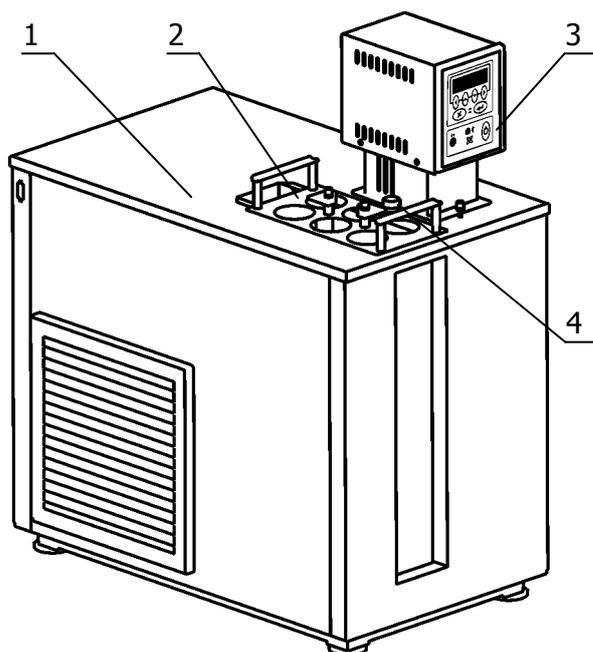
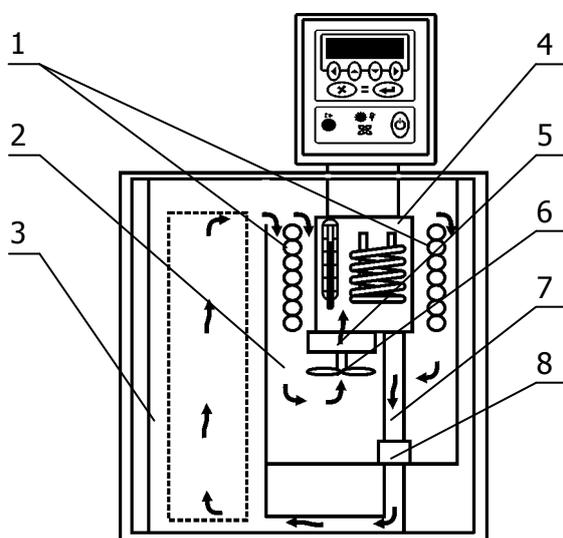
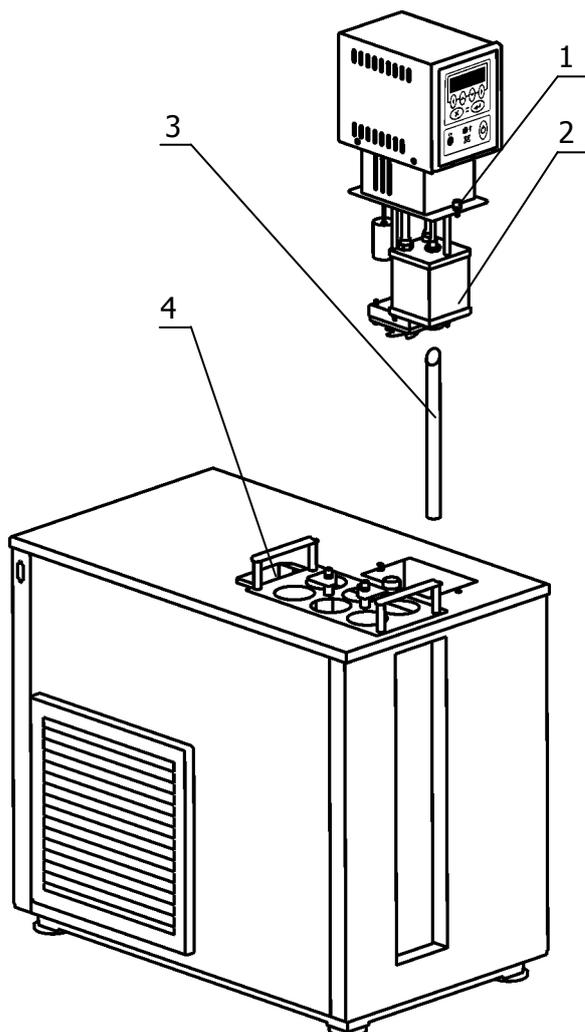
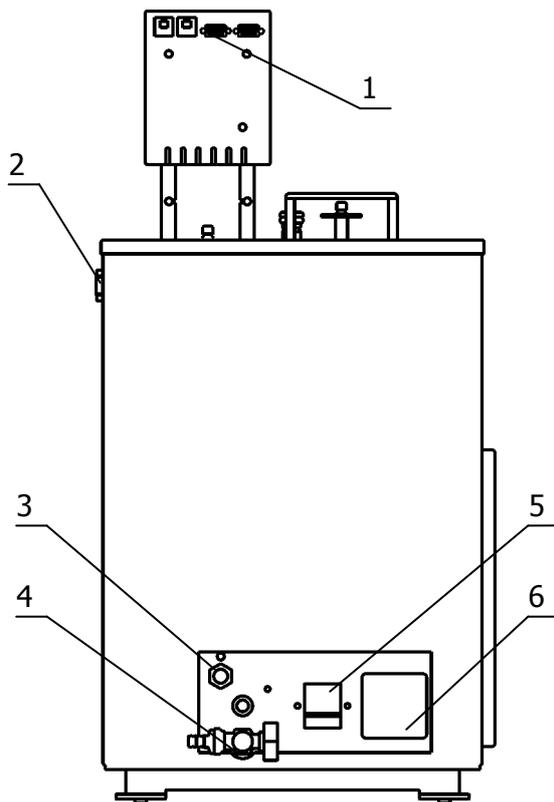

Рисунок 1 — Внешний вид термостата
Рисунок 2 — Устройство термостата
Рисунок 3 — Установка блока регулирования температуры
Рисунок 4 — Задняя панель корпуса термостата
1.4.2 Конструкция термостата состоит из блока регулирования температуры 3 и корпуса 1 (рисунок 1), внутри которого расположены основная 2 и рабочая 3 ванны (рисунок 2). В корпусе термостата также размещена холодильная машина. В основной ванне, кроме погружаемой части блока регулирования, расположен теплообменник 1, по которому прокачивается хладагент при работе холодильной машины, выходная трубка насоса 7 и соединительная муфта 8 (рисунок 2). В корзине для размещения цилиндров 2 имеется отверстие для контрольного термометра 4 (рисунок 1).
1.4.3 Работа термостата заключается в поддержании заданной температуры циркулирующего теплоносителя и обеспечении равномерного температурного поля в рабочей ванне. Циркуляция теплоносителя обеспечивается центробежным насосом 5 (рисунок 2), расположенным в блоке регулирования температуры.
1.4.4 Поддержание заданной температуры теплоносителя посредством нагрева осуществляется блоком регулирования температуры 3 (рисунок 1). Управление режимами регулирования температуры теплоносителя описано в документе «ТКЛШ 3.222.009-03 РЭ. Блок регулирования температуры погружной циркуляционный «М03».
1.4.5 Циркуляционный насос 5 блока регулирования температуры забирает теплоноситель из основной ванны 2, где он перемешивается крыльчаткой 6, и нагнетает в резервуар с нагревателем и датчиком температуры 4. В резервуаре температура теплоносителя регулируется и далее, через выходную трубку 7, вставленную в муфту 8, теплоноситель поступает в рабочую ванну 3, затем, переливом — в основную ванну 2 (рисунок 2). Благодаря этому происходит постоянный теплообмен между основной и рабочей ваннами и поддержание заданной температуры теплоносителя.
2.2.3 Вставить выходную трубку 3 (рисунок 3) в соединительную муфту в основании ванны термостата коническим концом вверх, как показано на рисунке 3. Блок регулирования резервуаром 2 насадить сверху на трубку 3 (рисунок 3), преодолевая при необходимости сопротивление витков теплообменника 5 (рисунок 2). Погрузить его в ванну до упора и зафиксировать винтовыми фиксаторами 1 на крышке термостата (рисунок 3). Соединить блок регулирования температуры (разъем 1, рисунок 4) и холодильную машину (разъем 2, рисунок 4) кабелем из комплекта поставки. К переливному патрубку 3 (рисунок 4) присоединить сливной шланг и опустить его в ёмкость объемом не менее 1.5 л для сбора излишков теплоносителя.
2.2.4 Заполнить ванны термостата теплоносителем (учитывая диапазон температур регулирования, 1.2.6) через отверстие в крышке корпуса термостата. Заполнять ванны следует до момента начала слива теплоносителя из патрубка 3 (рисунок 4).
2.2.5 Вставить вилку сетевого кабеля блока регулирования температуры в розетку 6, расположенную на задней панели корпуса термостата (рисунок 4). Подключить термостат к однофазной питающей сети напряжением 220 В. Для этого в лабораторном помещении должна быть установлена электрическая розетка из комплекта поставки термостата.
2.2.6 Светильник из комплекта поставки вставить в отверстие 4 (рисунок 3).
2.2.7 Автоматический выключатель 5 перевести в положение включено (рисунок 4).
2.2.8 При проведении работ по очистке термостата, слить теплоноситель через сливной кран 4 (рисунок 4).